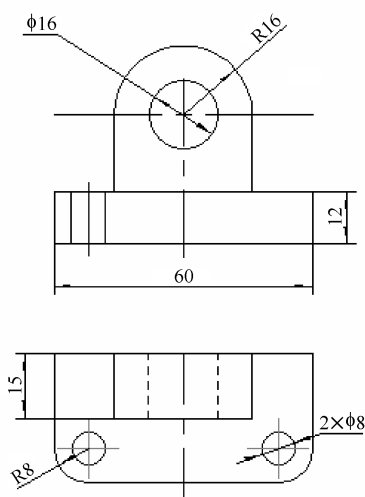

图 6-27 三视图导航
4) 按下〈F7〉键实现三视图导航的切换。当系统提示“第一点”时,可在主视图与俯视图之间的适当位置输入一个点;当系统提示“第二点”时,拖动光标到适当的位置输入第二点。输入第二点后,在屏幕上绘制出一条 45° 或 135° 的黄色导航线。如果此时系统为导航状态,则系统将以此导航线为视图转换线进行三视图导航,如图 6-27 所示。